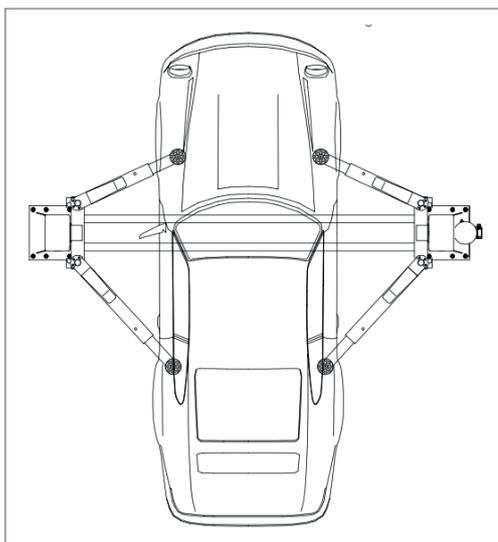

Fig. 1 - Véhicule correctement chargé
**(Fig. 1)** Pour la sécurité des personnes et des équipements, il faut que :
- ✓ Le véhicule est correctement positionné. **(Fig. 1)**